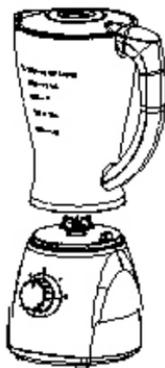

Fig. 5
3) Infine, montare la caraffa sul blocco motore e ruotarla in senso orario fino a fissarla. (consultare la Fig. 5)